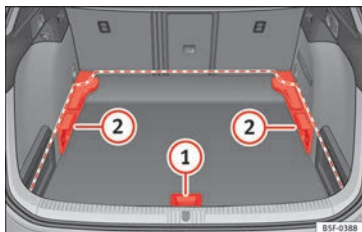
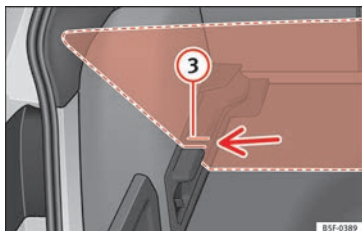

Fig. 164 Piano variabile del bagagliaio: posizioni.
Fig. 165 Piano variabile del bagagliaio: fessure inclinate.
- Sollevare il piano mediante la maniglia » fig. 164 ① e tirarlo all'indietro fino a quando la parte anteriore del piano sarà
- Sollevare il piano mediante la maniglia » fig. 164 ① e tirarlo all'indietro fino a quando la parte anteriore del piano sarà completamente fuoriuscita rispetto ai supporti ②.
- Far combaciare tale parte anteriore con le fessure inferiori dei supporti e lasciar scorrere il piano in avanti fino a farlo entrare in contatto con lo schienale dei sedili posteriori, abbassando allo stesso tempo il piano con la maniglia ①.
- Sollevare il piano con la maniglia » fig. 164 ① e spingerlo all'indietro fino a quando la parte posteriore del piano sarà fuoriuscita dalle fessure inclinate » fig. 165 ③.
- Far scorrere il piano in queste fessure aiutandosi con la maniglia ①, spingendo fino a che la parte anteriore mobile del piano variabile non si piega e si appoggia sul piano stesso.
- Sollevare il piano variabile afferrandone la maniglia » fig. 164 ① e tirarlo leggermente indietro.
- Spingere il piano variabile verso i sedili posteriori ribaltati con la maniglia ①, applicando una lieve pressione verso il basso affinché la parte mobile del piano raggiunga il livello degli schienali dei sedili posteriori.